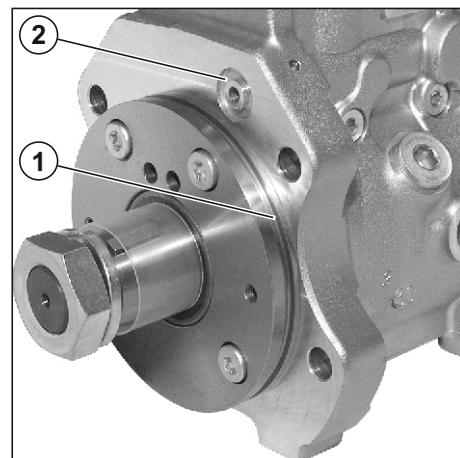

Рис. 114. Установка кольцевых уплотнений насоса топливного.
1. Установить на посадочный фланец насоса топливного (см. Рис. 114) кольцо резиновое (1) (650.1111047), предварительно смазав его маслом.
2. Установить в канавку на фланце прокладку-кольцо (2) (312384), предварительно смазав ее маслом.